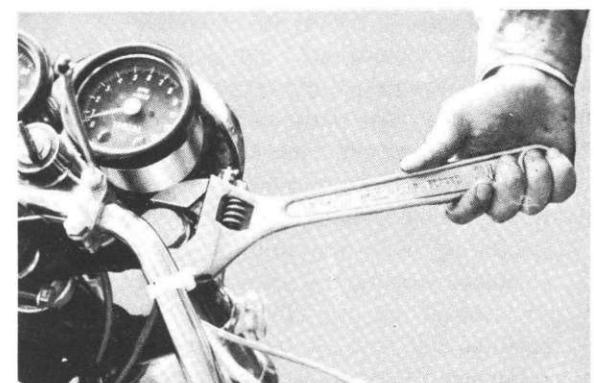

Fig. 5-8-3
- 3) Remove the inner tube cap bolt. (Fig. 5-8-3)
- 3) Retirez le boulon du capuchon du tube intérieur. (Fig. 5-8-3)
- 3) Deckbolzen vom inneren Rohr demontieren. (Abb. 5-8-3)